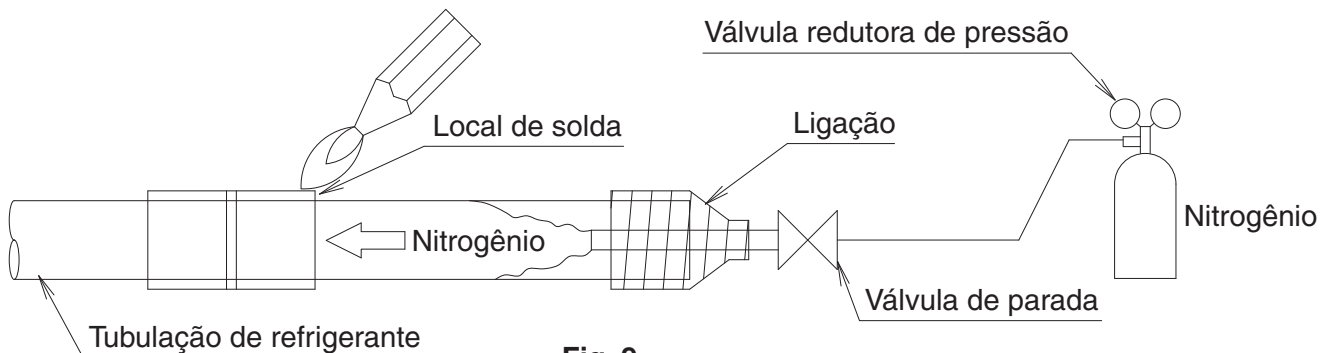

Fig. 9
* Antes de soldar a tubulação de refrigeração, faça com que nitrogênio flua através da tubulação de refrigeração e substitua o ar por nitrogênio. Depois, realize a solda (NOTA 2) (**Consulte a Fig. 9**). Após todos os trabalhos de solda serem finalizados, realize a conexão cônica com a unidade interna.